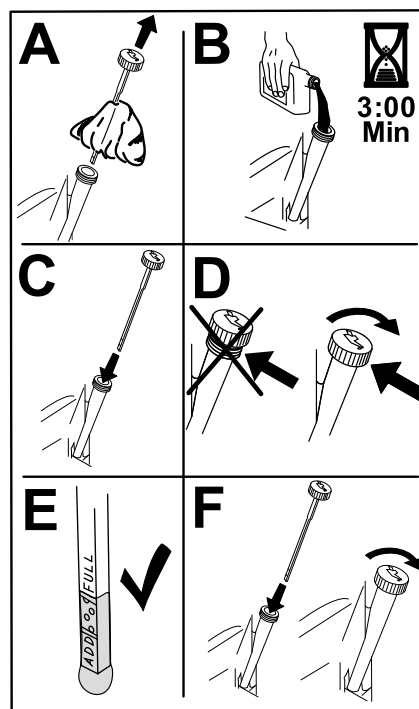

Figure 48
6. Versez lentement environ 80 % de l'huile spécifiée dans le tube de remplissage, puis faites l'appoint lentement jusqu'à ce que le niveau atteigne le repère maximum (Full) (Figure 48).